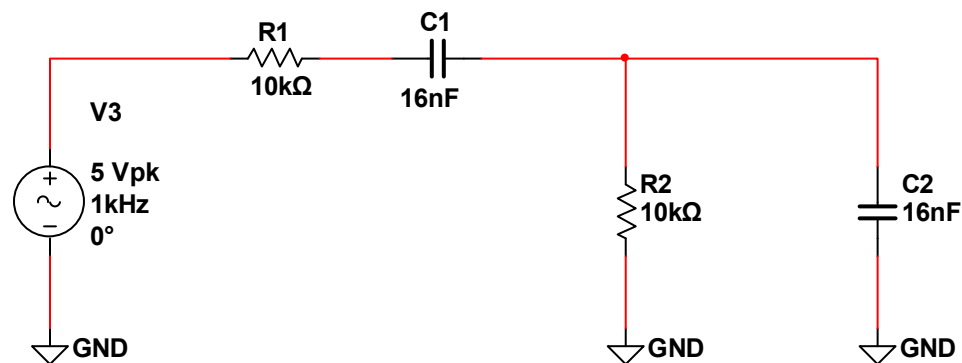

Рис. 6.1.1
- Собрать схему для исследования частотных характеристик моста Вина (рис. 6.1.1). Установить значения элементов, полученные в предварительном расчете.